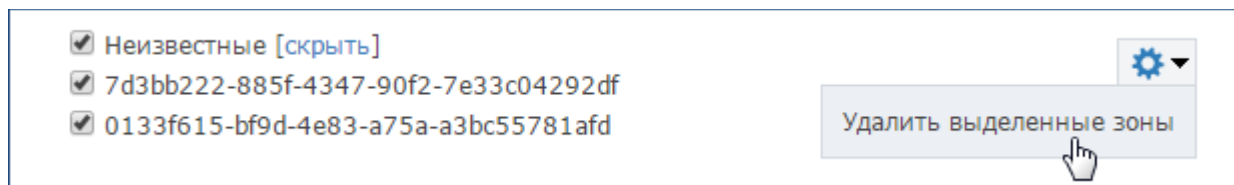

Рисунок 9.64 — Удаление «старых» разделов
**Примечание.** Блок **Неизвестные** в списке зон раздела предназначен для удаления неактуальных разделов сигнализации (зоны которого принадлежат более не существующим узлам сети; рисунок 9.64).